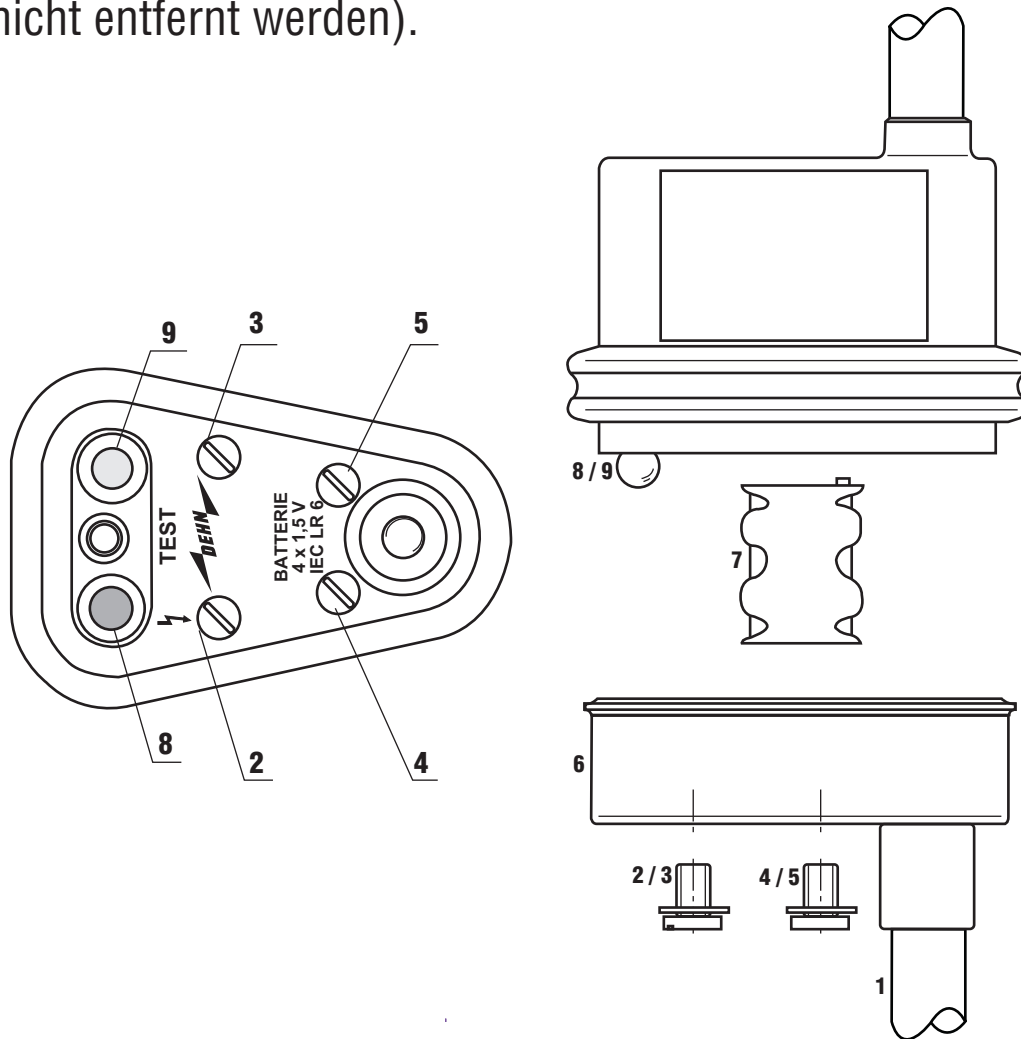

Bild 4
4.1 Batteriewechsel (siehe Bild 4)